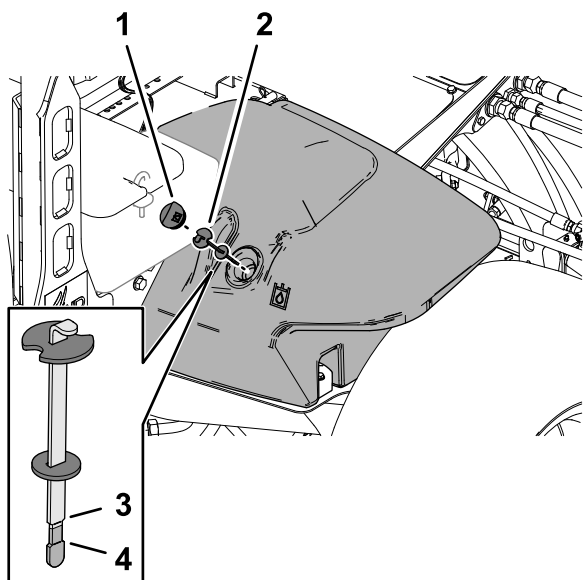

図 162
2. 油圧オイルタンクの注油口周辺をきれいに拭き、キャップ 図 162 を外す。